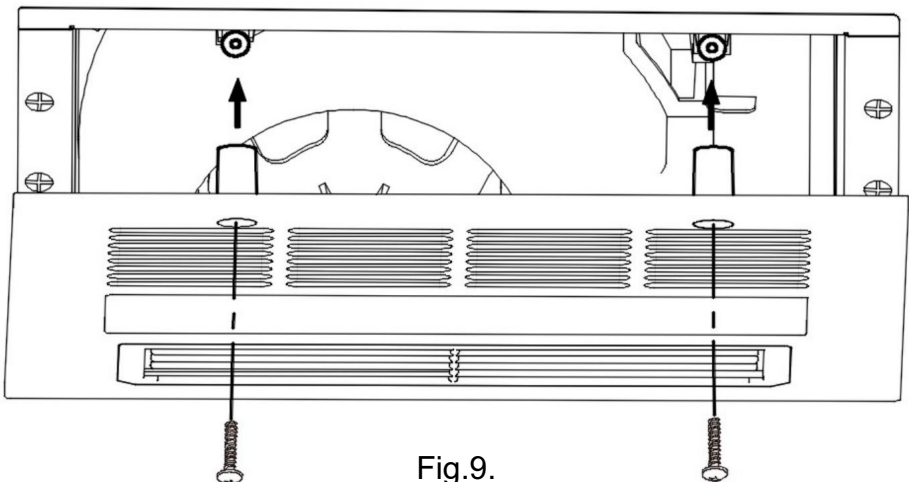

Fig.9.
10. Alignez les deux piliers à vis de la grille avec les deux piliers à vis du boîtier du ventilateur, poussez la grille jusqu'à ce qu'elle soit au niveau du plafond et verrouillez-la enfin avec deux vis M4x 12. (Voir la Fig.9.)